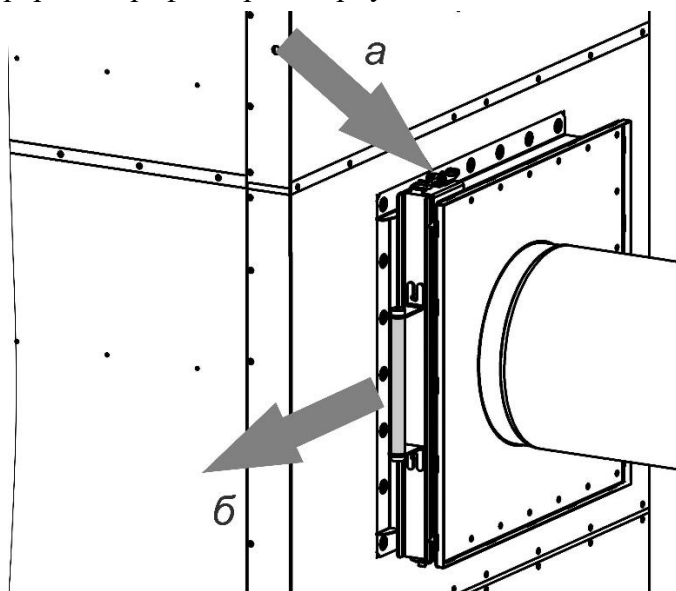

Рисунок 18
2) разжать замки-защёлки (а) на корпусе префильтра (рисунок 18);